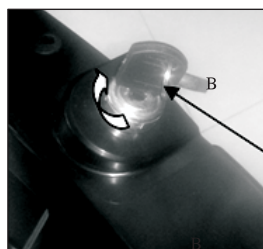

Fig. 2C B. clé
c) Pour le démarrage électrique : Insérez la clé, puis tournez vers le sens positif dans le sens horaire pour l'allumage électronique. (Figure 2C)